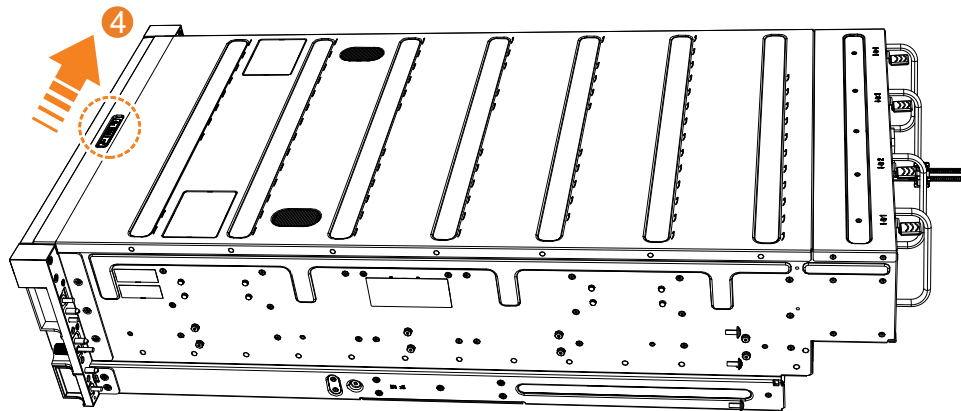

図 51. 上部カバーのロック
5. 図 51 に示すように、リリース・レバー **4** をスライドしてカバーを所定の位置にロックします。